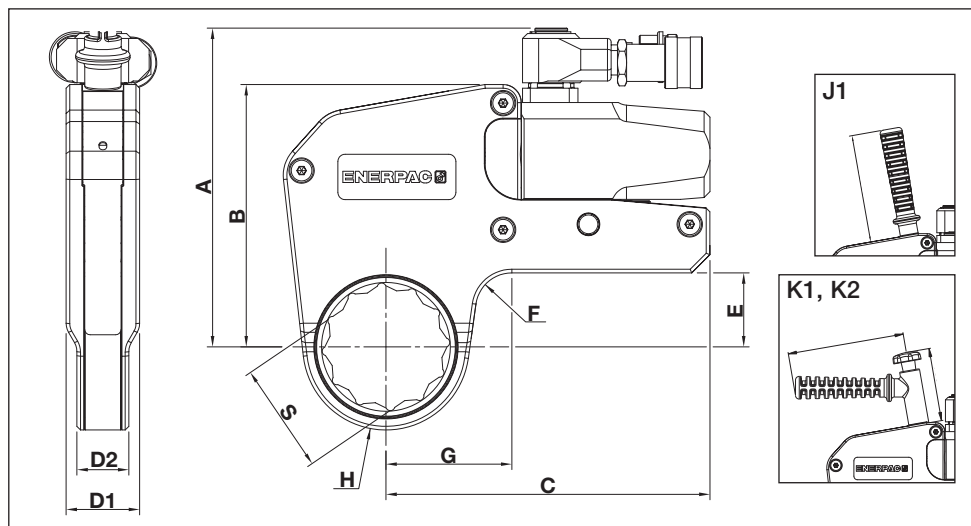

Рис. 22
### 6.1 Номиналы, размеры и другие характеристики изделий (рис. 22)
### 6.2.1 Таблица метрических размеров - кассеты UltraSlim для гайковертов серий W2000SL и W4000SL (размеры S, H и G показаны на рис. 22)
6.2.2 Таблица размеров в британской системе - кассеты UltraSlim для гайковертов серий W2000SL и W4000SL (размеры S, H и G показаны на рис. 22)